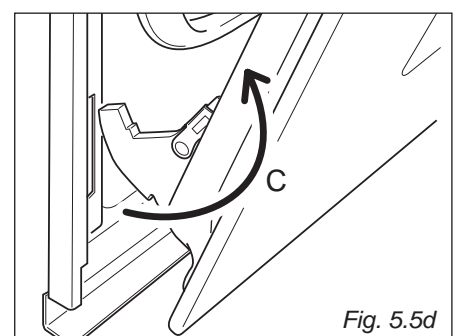

Fig. 5.5d
- Retire los ganchos de las bisagras de su alojamiento siguiendo la flecha C (fig. 5.5d).